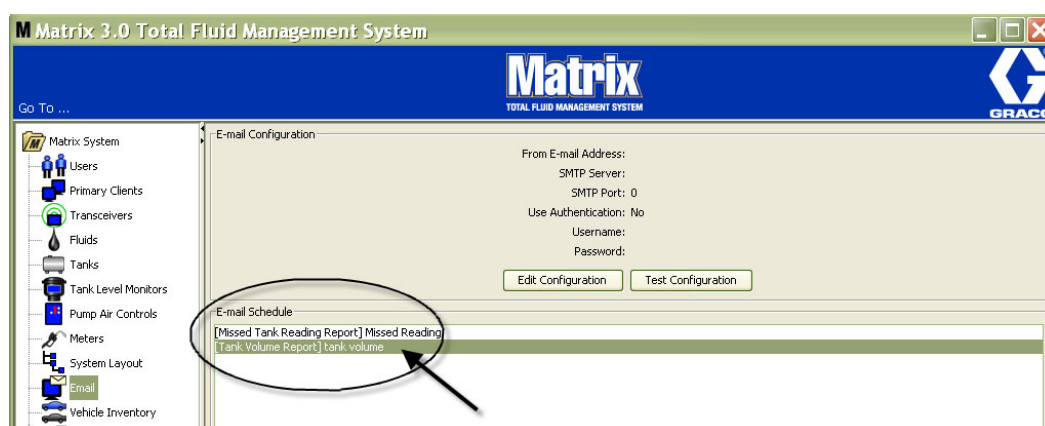

FIG. 144
3. Les événements de courrier électronique que vous avez créés sont affichés dans la section "E-mail Schedule" (Planification des courriers électroniques) de l'écran principal "E-mail Configuration" (Configuration du courrier électronique) comme illustré dans la FIG. 144.